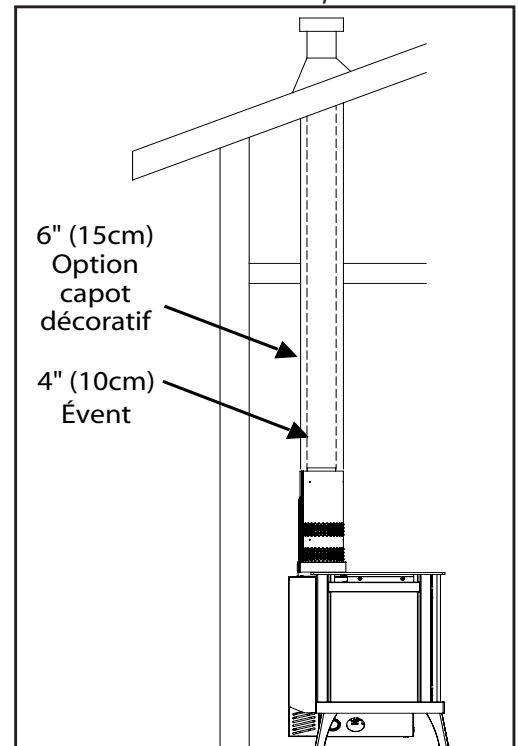

Figure 33: Configuration de B-Vent
**Note:** Veuillez vous référer à les instructions d'installation du fabricant du cheminé avant de commencer. Cette unité peut être évacué à une cheminée de maçonnerie, ou lorsqu'aucune cheminée de maçonnerie est disponible, un approuvé cheminée "B-vent", ou tout autre système approuvé/d'aération de cheminée construite (voir la figure 33). Dans les deux cas, la cheminée doit être relié à la cheminée/à l'aide d'un évent de 4" (10 cm) à paroi simple connecteur d'évent.